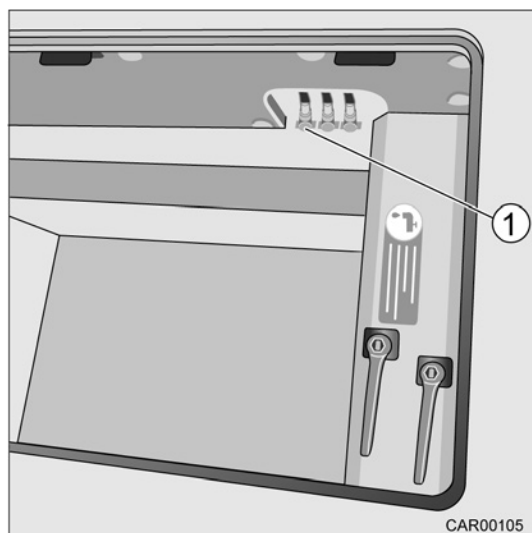

Fig. 164 Robinet de vidange pour diminuer le poids
1. Diminuer le poids sur 50 l et fermer le robinet de vidange (Fig. 164/1).